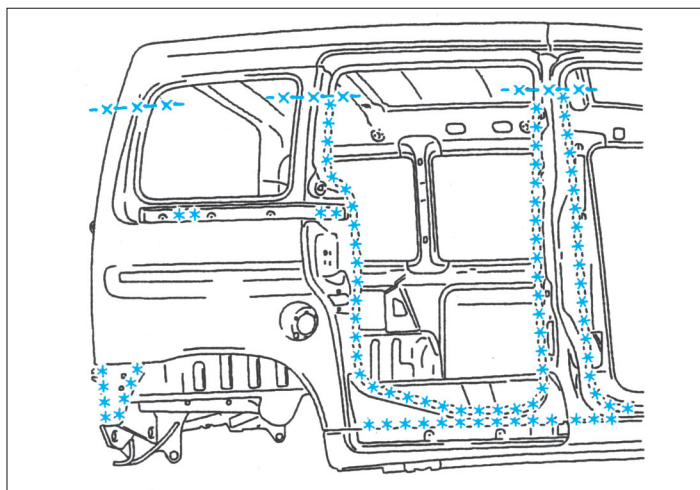
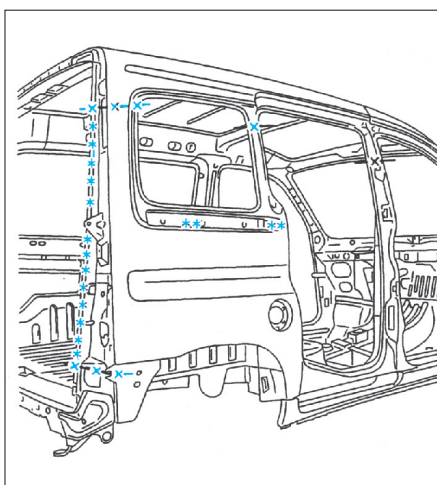

FIG. 84
FIG. 85
- Tracer puis découper à l'aide d'une scie (Fig.84).
- Tracer puis découper à l'aide d'une scie (Fig.85).
- Souder par points électriques (Fig.84) et (Fig.85).
- Souder par points bouchons MAG (Fig.84) et (Fig.85).
- Souder par cordon MAG (Fig.84) et (Fig.85).
- Meuler les points de soudure MAG (Fig.84) et (Fig.85).